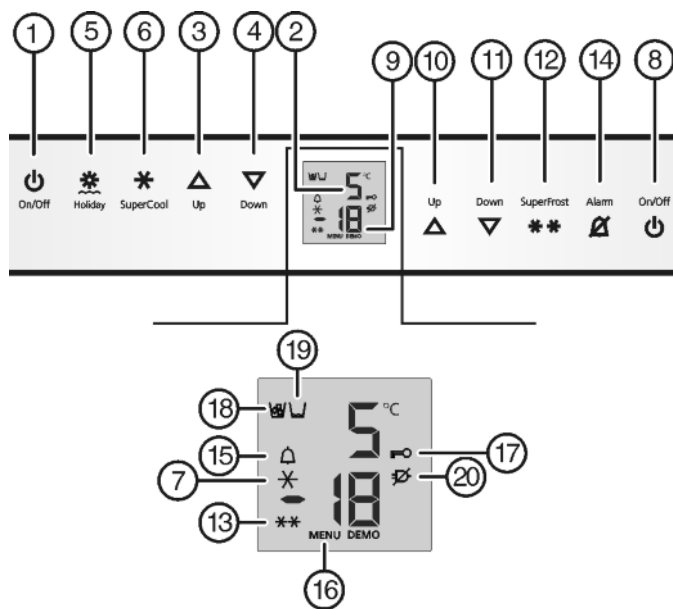

Fig. 2
- Appuyer sur la touche On/Off du congélateur Fig. 2 (8).
- Appuyer sur la touche On/Off du réfrigérateur Fig. 2 (1).
- ▷ Les compartiments réfrigérateur et BioFresh sont enclenchés : L'affichage de la température du compartiment réfrigérateur Fig. 2 (2) s'allume. L'éclairage intérieur s'allume lorsque la porte du compartiment réfrigérateur est ouverte.
- ▶ Activer le mode de réglage : appuyer env. 5 sec. sur la touche SuperFrost *Fig. 2 (12)*.
- ▷ Le symbole Menu *Fig. 2 (16)* est allumé.
- ▶ Confirmer : appuyer brièvement sur la touche SuperFrost *Fig. 2 (12)*.
- ▶ Appuyer brièvement sur la touche SuperFrost *Fig. 2 (12)* pour activer la sécurité enfants.
- ▷ Le symbole Sécurité enfants *Fig. 2 (17)* est allumé. L'affichage **c** clignote.
- ▶ appuyer brièvement sur la touche SuperFrost *Fig. 2 (12)* pour désactiver la sécurité enfants.
- ▷ Le symbole Sécurité enfants *Fig. 2 (17)* s'éteint. L'affichage **c** clignote.
- ▶ Désactiver le mode de réglage : appuyer sur la touche On/Off du congélateur *Fig. 2 (8)*.
- ▶ Appuyer sur la touche Alarme *Fig. 2 (14)*.
L'affichage de la température clignote en même temps que le symbole Alarme *Fig. 2 (15)*.
L'avertisseur sonore s'éteint automatiquement et le symbole Alarme *Fig. 2 (15)* et l'affichage de température arrêtent de clignoter lorsque la température est de nouveau suffisamment froide.